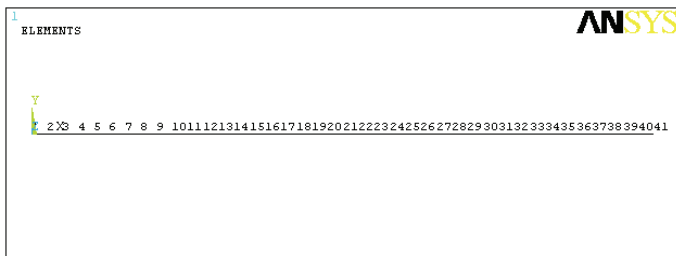

图 4-56 有限元模型
5) 选择 Utility Menu | Plot | Element 命令, ANSYS 显示窗口显示生成的有限元模型, 如图 4-56 所示。